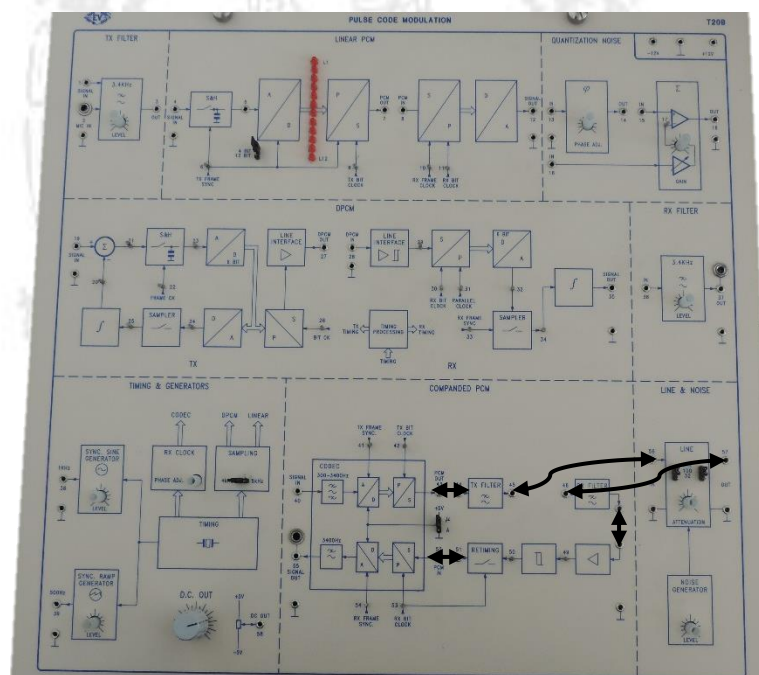

Figura 4.6 Diagrama de conexiones en el módulo T20-B.
1. Realizar las conexiones necesarias para tener un sistema de comunicación con el CODEC (TP43-TP44, TP45-TP56, TP57-TP46, TP47-TP48 y TP51-TP52) y ajustar la línea a 100 KHz, atenuación mínima y ruido cero (Figura 4.6).